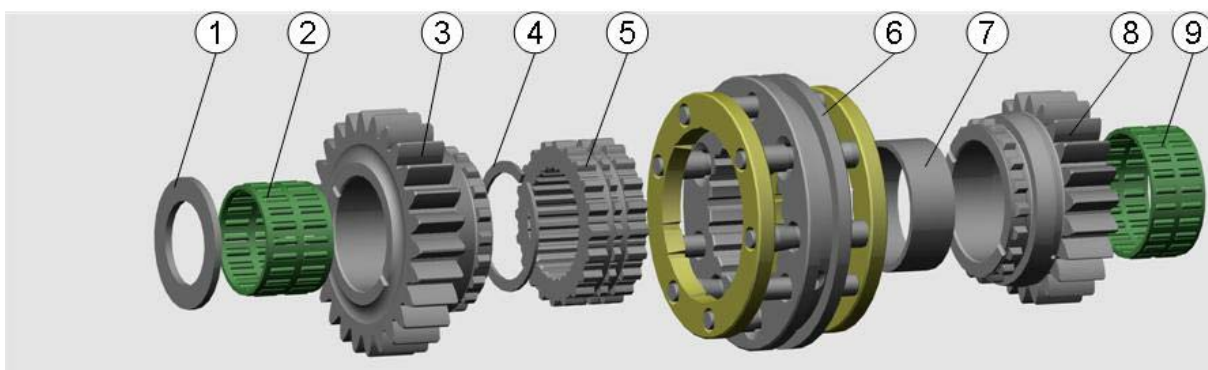

Рисунок 4.38
4.1) снимите шайбу (1) (**рисунок 4.38**), шестерню (3), подшипник (2), синхронизатор (6);